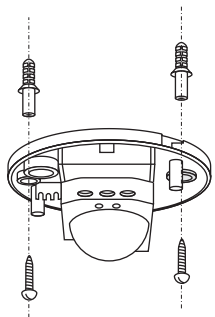

Рис. 2
4. Два винта винтами прикрепить основание датчика к потолку (Рис. 2).